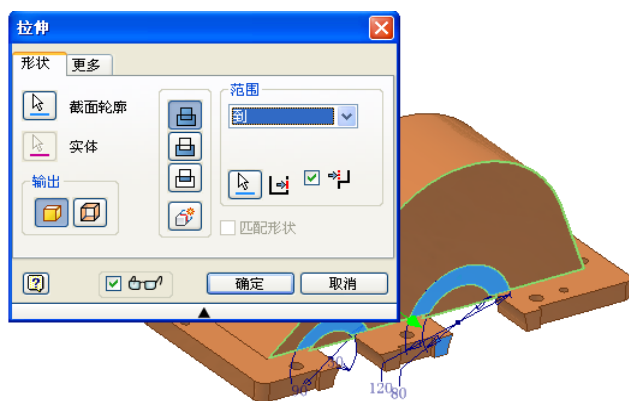

图 9-79 拉伸示意图
②单击【草图】标签上的【完成草图】工具按钮，退出草图环境，进入零件特征环境下。单击【模型】标签栏【创建】面板上的【拉伸】工具按钮，打开【拉伸】对话框，选择如图 9-79 拉伸示意图中所示的形状作为拉伸截面轮廓，终止方式设置为【到】，选择箱体主体平行于拉伸截面的相邻侧面作为拉伸的终止表面。